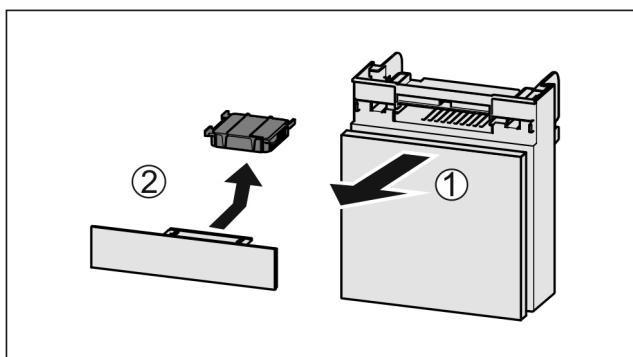

Fig. 94
- Vytiahnite zásuvku smerom dopredu Fig. 94 (1).
- Vyberte aktívny uhlíkový filter Fig. 94 (2).